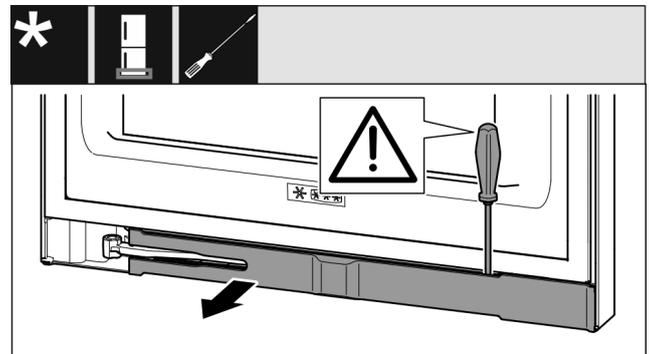

Fig. 13
- ▶ Desencaje el panel con el destornillador para tornillos de cabeza ranurada y gírelo lateralmente Fig. 13 ().